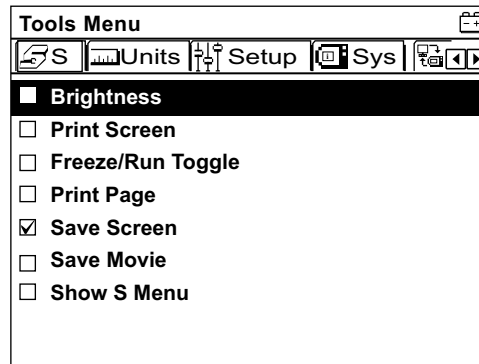

Figura 5-19 Ejemplo de menú Herramientas
2. Seleccione una función de la lista (Figura 5-19).